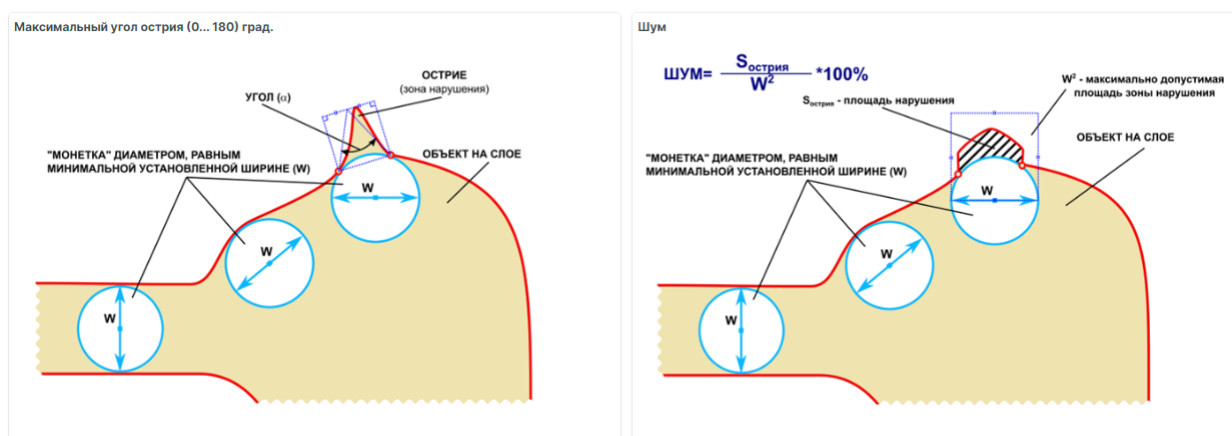

Рис. 386 Максимальный угол острия и шум
- «Мин. ширина» – проверка узких мест всех элементов, расположенных на слоях печатной платы. В правиле устанавливаются величины: минимальная ширина элементов слоя, максимальный угол острия ($0^\circ - 180^\circ$), шум – отношение площади острия к квадрату минимальной ширины ($0\% - 100\%$), см. Рис. 386.